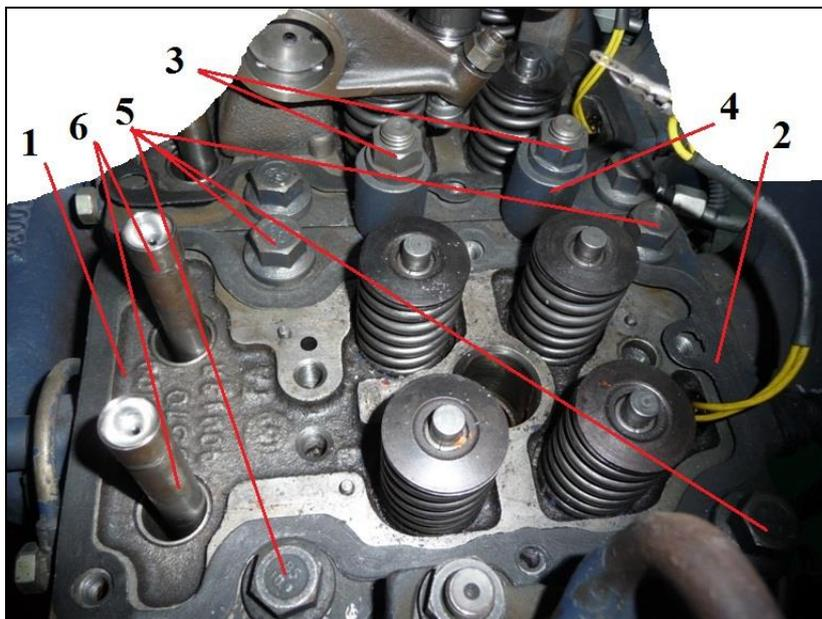

Рис. 75 Установка головок цилиндров
4.17. Установка головок цилиндров (см.рис. 75).
Установите прижимные втулки поз.4. Установите 14 гаек поз. 3 и 24 болта крепления головок цилиндров поз. 5 и закрутите их с моментом и в порядке указанном на рис. 75.